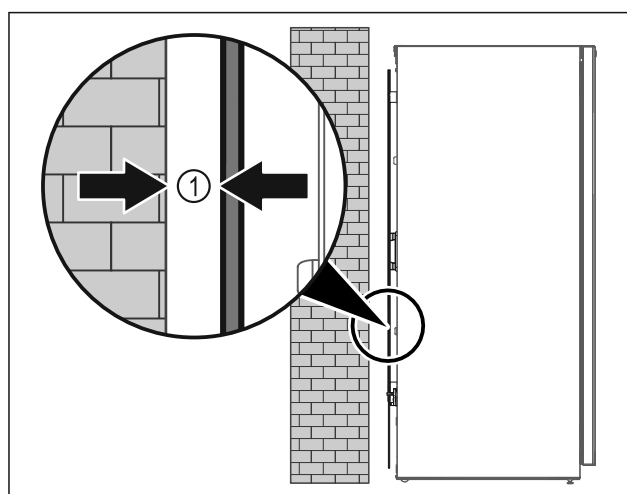

Fig. 8
- Aparat postavite na poljubno mesto v prostoru ali neposredno ob steno z minimalnim odmikom 5 mm Fig. 8 (1).